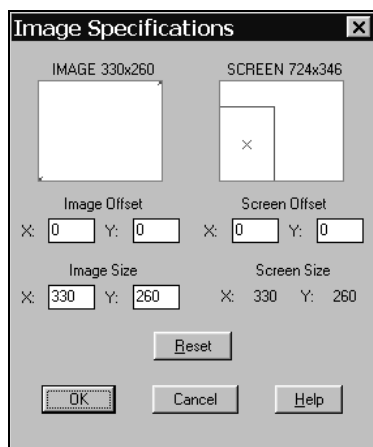

Рис. 10.32. Диалоговое окно **Image Specifications**
3. В диалоговом окне **Image Specifications** (Параметры изображения) (рис. 10.32) принять предлагаемый по умолчанию полный размер экрана или указать размеры и смещение изображения по осям X и Y.